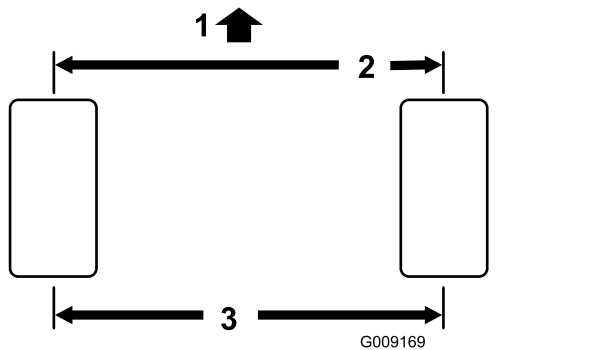

Figure 83
2. Mesurez l'entraxe (à hauteur d'essieu) à l'avant et à l'arrière des roues directrices (Figure 83).